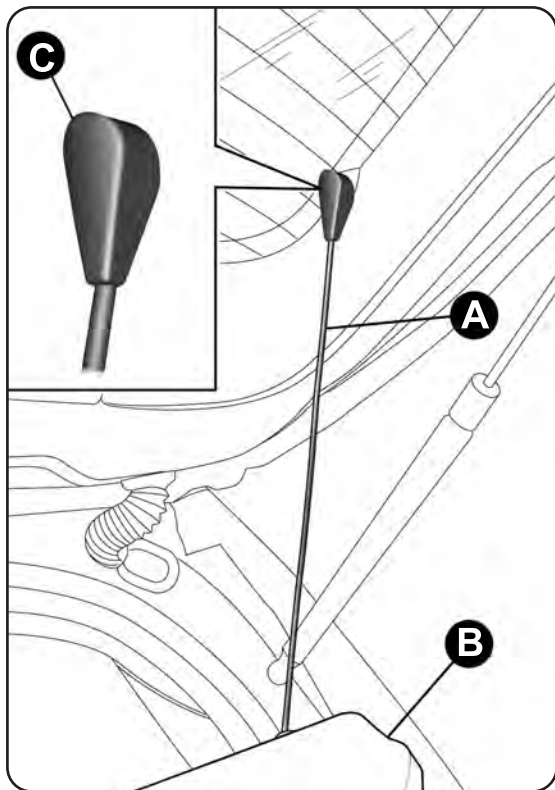

fig. 72
- libere los extremos de las dos varillas A-fig. 72 de sujeción de la bandeja B sacando los ojales C de los pernos de sujeción;